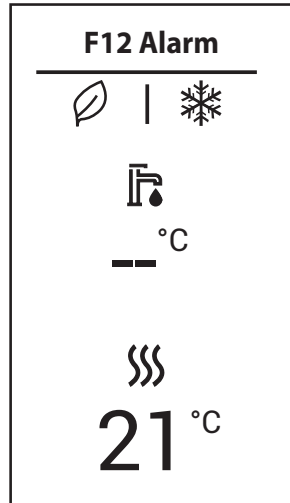

fig. 6
**Anomalia tipo messaggio (fig. 6):** L'anomalia è tale da non compromettere il funzionamento della caldaia. Il messaggio scompare alla risoluzione del problema.